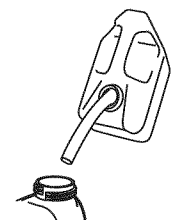

Fig. 5
2. Coloque la boquilla del depósito de gasolina en el orificio de llenado del tanque de combustible y llénelo. (Fig. 5)